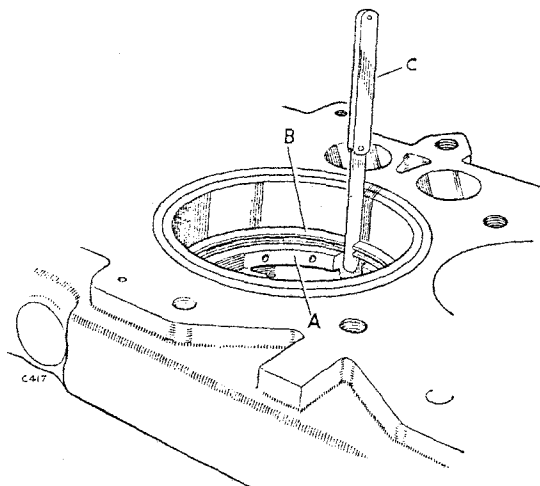

Fig. A-319—Comprobación de una separación del aro de pistón.
2. Compruébanse las separaciones de los aros de pistón en las cavidades de camisa, usando un pistón viejo según ilustrado en Fig. A-319, para mantener los aros a escuadra en el orificio.